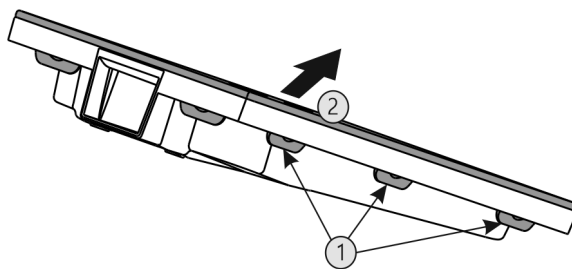

Fig. 82
- ▶ Натиснете всички езичета Fig. 82 (1) последователно и свалете капака Fig. 82 (2).